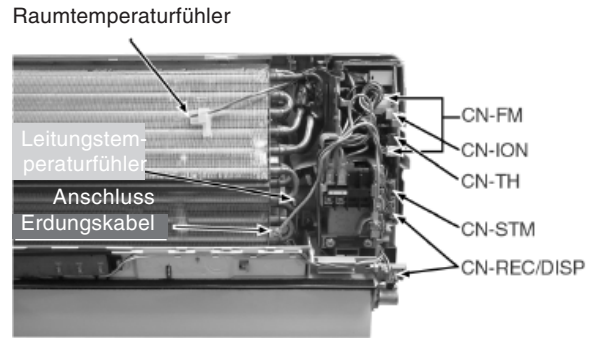

Abb. 4
- Um die Platine vollständig herausnehmen zu können, werden folgende Verbindungen getrennt (Abb. 4):